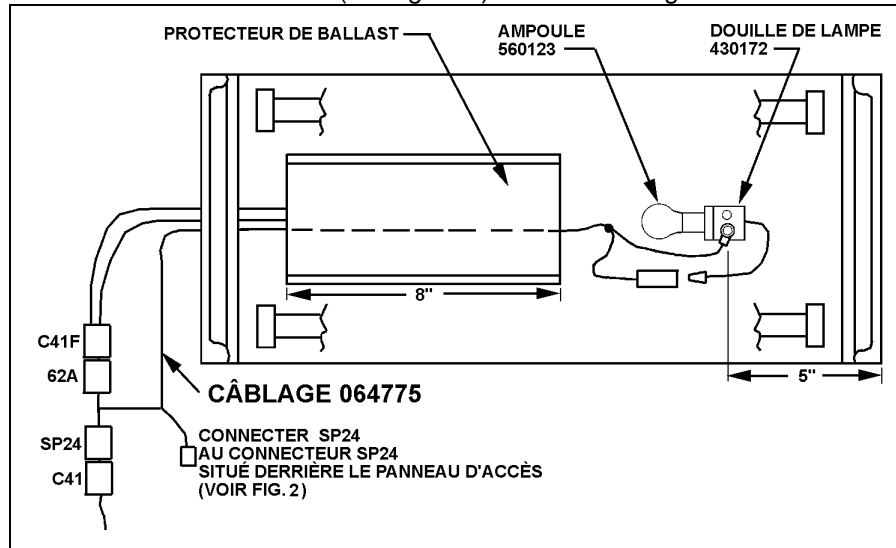
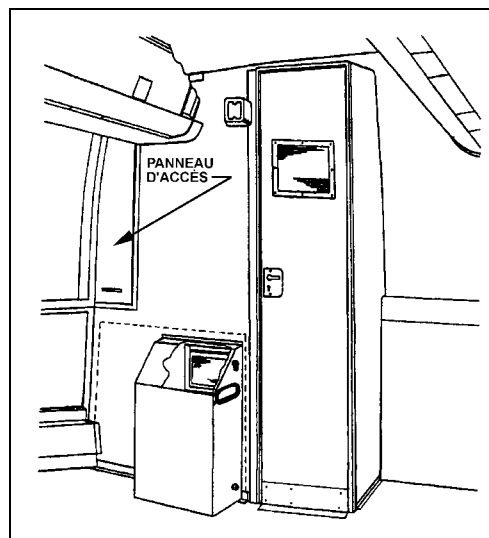

FIGURE 1 : ÉCLAIRAGE FLUORESCENT
FIGURE 2 : PANNEAU D'ACCÈS
1. Dans le cabinet d'aisances, retirer la lentille de l'éclairage fluorescent puis enlever les six vis de fixation de l'éclairage. Débrancher le connecteur C41F de l'éclairage fluorescent lequel est branché au connecteur C41 du câblage du véhicule (voir figure 1).
- Brancher les connecteurs 62A et SP24 du câblage d'interconnexion aux connecteurs C41 et C41F qui étaient branchés auparavant (voir fig. 1). Acheminer le connecteur gris SP24 vers le panneau d'accès situé à l'extérieur du cabinet d'aisances (voir figure 2). Fixer le câblage à l'aide d'attaches de nylon.